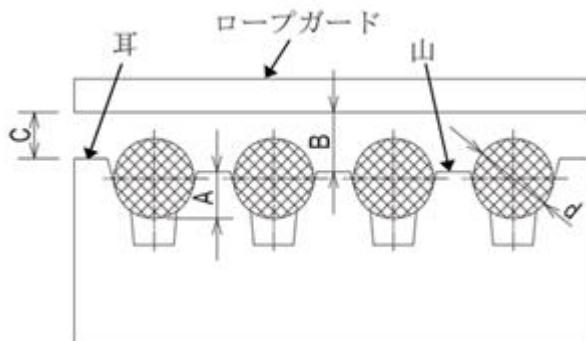

図 5-2：ロープガード取付け寸法
- ① 取付け状態の変化や条痕、及び亀裂等の異常がないこと。
- ② 綱車のロープ溝に規定値以上の摩耗^{*1}、及びロープスリップ等の異常がないこと。
- ③ 軸受に異常音、及び異常振動等がないこと。
- ④ ロープとロープ外れ止め間の隙間寸法は図 5-2、及び表 5-2 の基準を満たし、ロープ外れ止めの干渉等の異常がないことを確認すること。